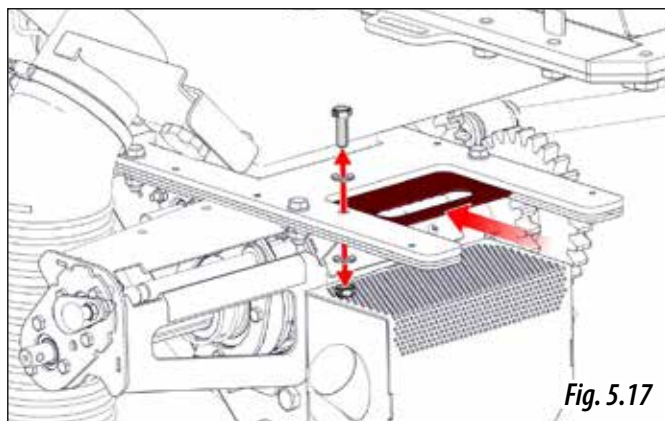
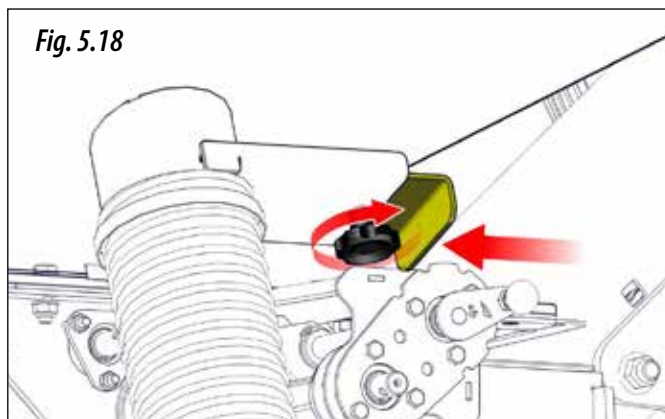

Fig. 5.17
Fig. 5.18
**IMPORTANT:** ÎNAINTE DE A UMLE BUNCĂRUL ASIGURAȚI-VĂ CĂ SERTARELE DE BLOCARE, DUZELE DE GOLIRE ȘI CAPACELE SUNT ÎNCHISE CORECT (SERTARE DE BLOCARE FIG. 5.17, DUZE DE GOLIRE FIG. 5.18 ȘI CAPACE PENTRU SISTEMUL MICRO EXTERIOR FIG. 5.19).